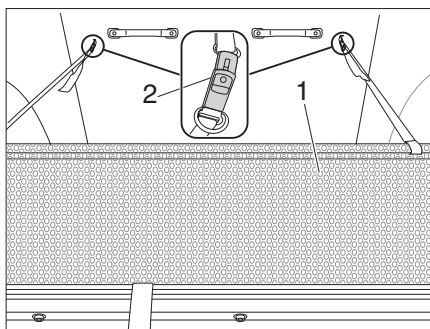

Fig. 8 Sicura anticaduta
- Estrarre la sicura anticaduta (Fig. 8,1) da sotto il materasso.
- Fissare la sicura anticaduta al tetto sollevabile con la fibbia per cinghia (Fig. 8,2).
- Sbloccare la fibbia per cinghia (Fig. 8,2).
- Stivare la sicura anticaduta (Fig. 8,1) sotto il materasso.